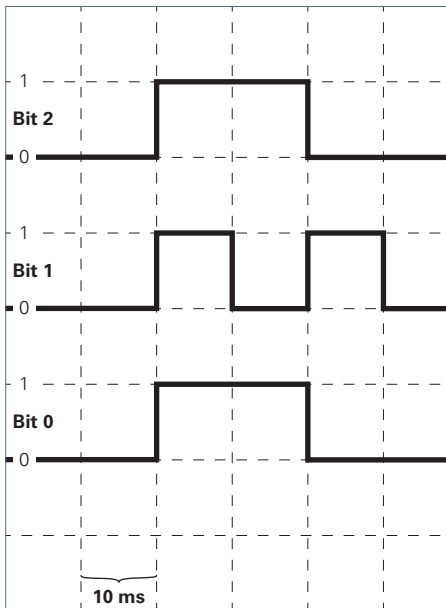

Fig. 7: Bitsequenz zum Deaktivieren der Betriebsart „Kombi-Betrieb WEISS+RGB“
- Senden Sie die Bitsequenz zum Deaktivieren auf die Anschlussleitung mit den weißen Leuchten und der RGB-Leuchte, siehe Fig. 7.